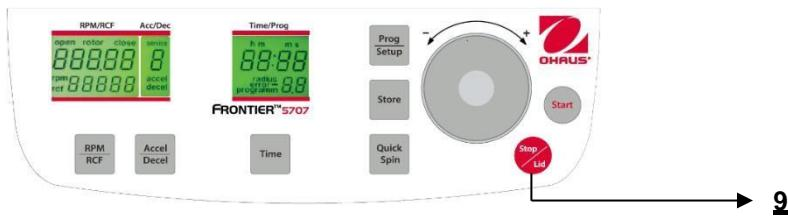

Figure. 25
Avec la touche "Stop/Lid" (9) (voir la figure 25), il est possible d'interrompre une centrifugation à tout moment. Après avoir appuyé sur la touche, la centrifugeuse décélère conformément à l'intensité présélectionnée jusqu'à son arrêt complet.